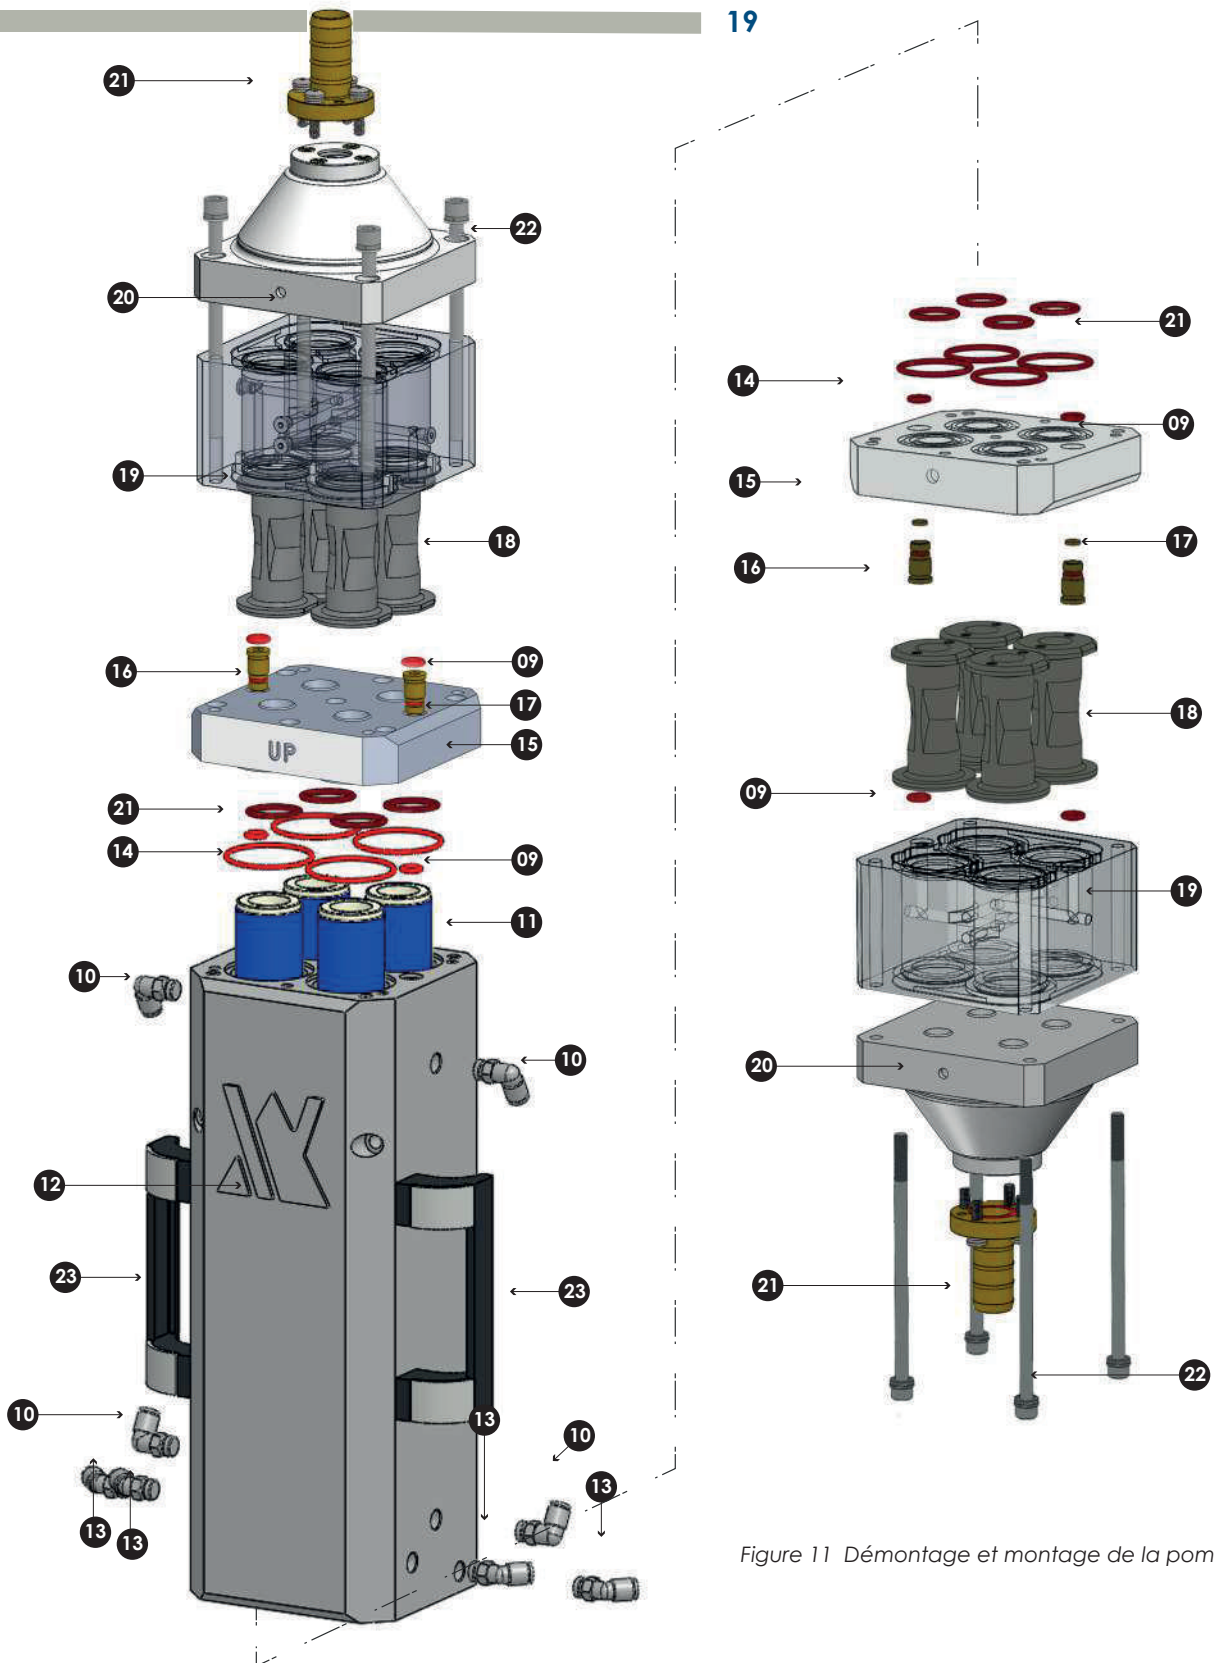

Figure 11 Démontage et montage de la pompe
6. Voir la figure 11. En commençant par les tubes de fluidisation, démontez la pompe comme indiqué.